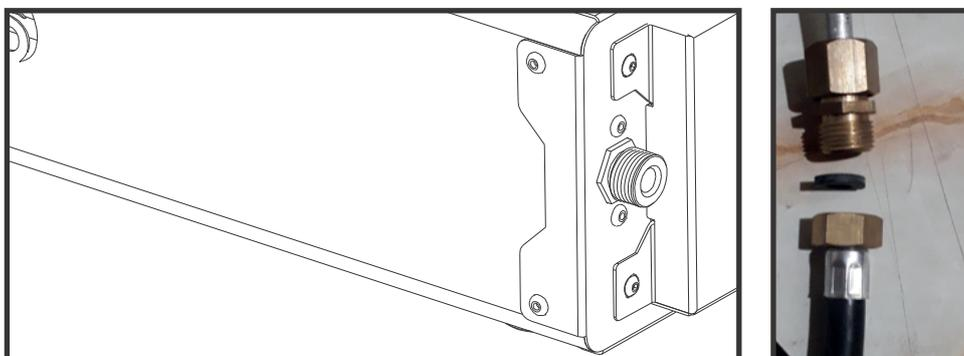

Fig.8.1
2. Una vez verificado lo expuesto en el punto (1), en la parte posterior del equipo TROMEN®, dejamos previsto para facilitar la conexión una rosca G1/2" (ver fig. 8.1) que le permitirá con la ayuda de un caño flexible de igual diámetro para gas (IRAM 2568), cumpliendo con las disposiciones vigentes para estos casos conectarse a la red de gas natural o envasado según corresponda.
**IMPORTANTE:** Nunca desajuste los componentes de la conexión interna indicados en la Fig. 8.1, y en especial la rosca con tuerca que se encuentra alojada y contenida en una chapa gruesa con cuadrante hexagonal, que evitará que al roscar y desenroscar la conexión el efecto torsión sobre el caño de aluminio principal del equipo. Recomendamos presentar con precisión y no en forma forzada el accesorio a roscar en la zona, operando y accionando con cuidado para no dañar los elementos.